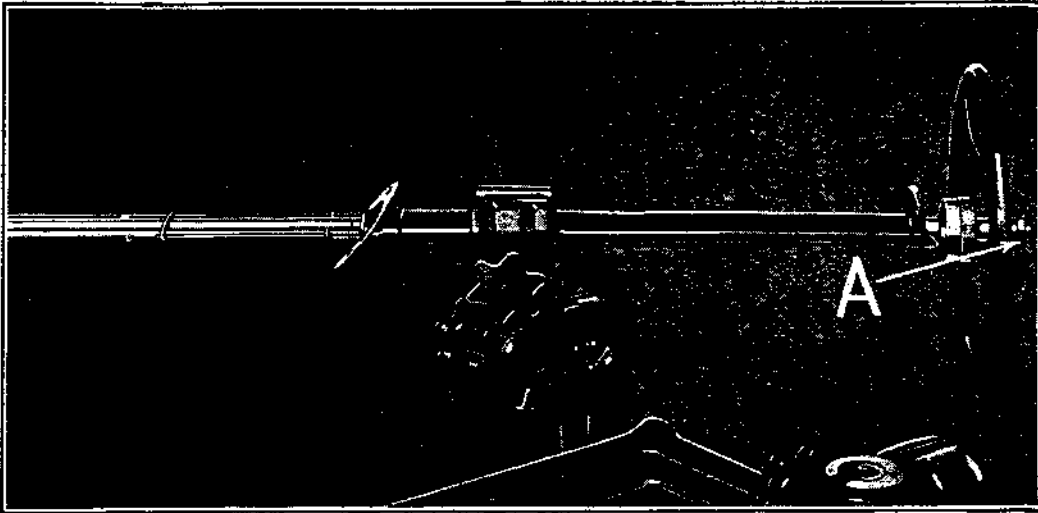

Fig. 386
**747** — Dévisser l'écrou du volant (voir A, fig. 386) et retirer celui-ci avec un arrache-volant de la manière indiquée dans la fig. 14.